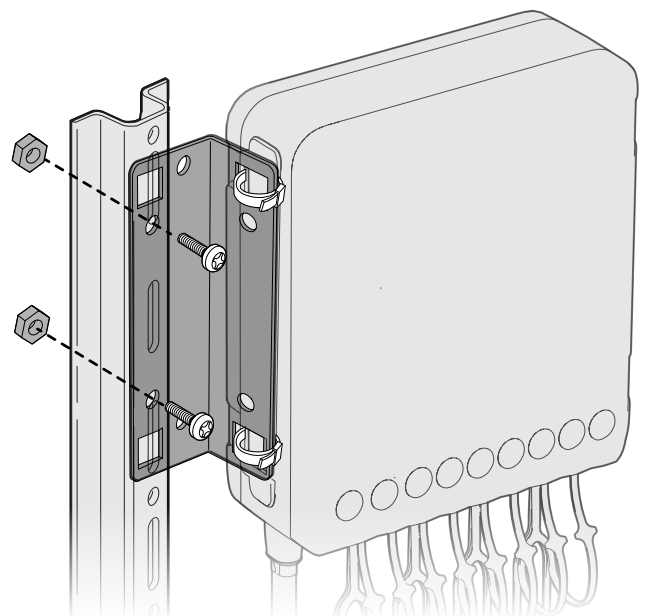

Abbildung 16
Schritt 1: Befestigen Sie die Halterung an der Wand/dem Sockel mit Kabelbindern oder 6 mm (0,25 Zoll) Schrauben/Bolzen (Abbildung 16).